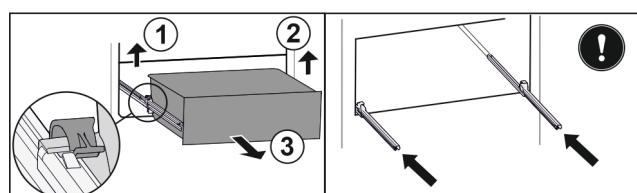

Fig. 37\*
- Zvedněte levou svorku a současně vytáhněte zásuvku vlevo dopředu Fig. 37 (1).\*
- Zvedněte pravou svorku a současně vytáhněte zásuvku vpravo dopředu Fig. 37 (2).\*
- Zásuvku odeberte směrem dopředu Fig. 37 (3).\*